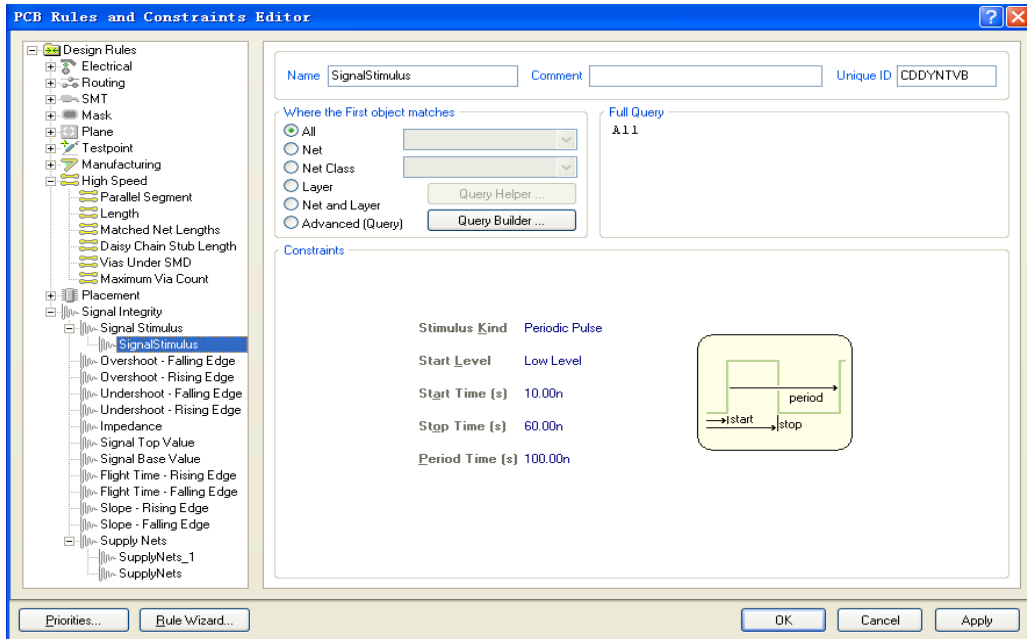

图 3 设置信号激励
- 选择 Design/Rules 选项，在 Signal Integrity 一栏设置相应的参数，如下图 3 所示。首先设置 Signal Stimulus（信号激励），右键点击 Signal Stimulus，选择 New rule，在新出现的 Signal Stimulus 界面下设置相应的参数，本例为缺省